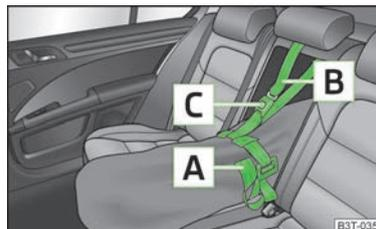

Fig. 101
- › Aperte a cinta de fixação A na extremidade livre, à volta dos esquis, antes das fixações » Fig. 101.